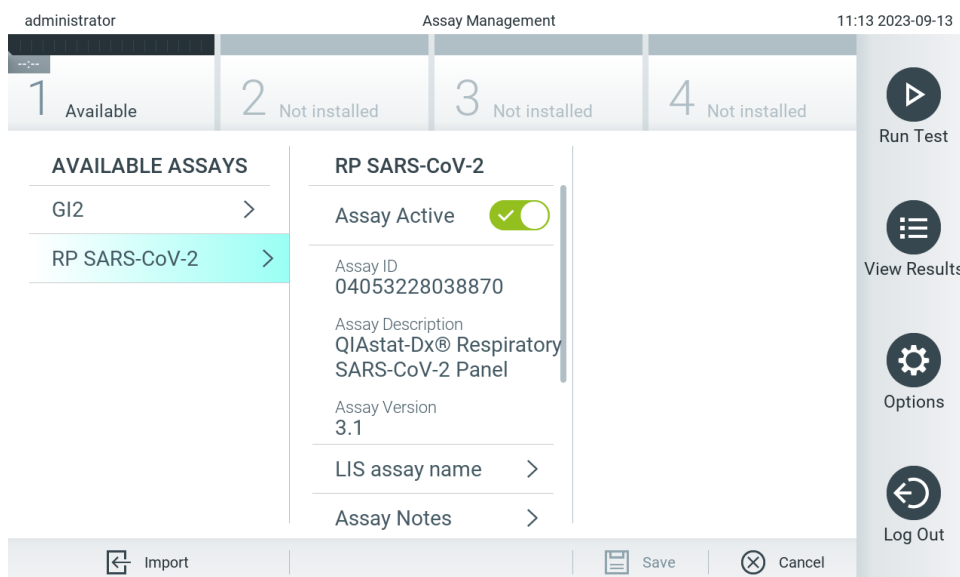

Figura 57. Gestionarea testelor disponibile.
1. Apăsați butonul **Options** (Opțiuni), apoi butonul **Assay Management** (Gestionarea testelor) pentru accesarea ecranului **Assay Management** (Gestionarea testelor). Testele disponibile sunt enumerate în prima coloană a zonei de conținut (Figura 57).